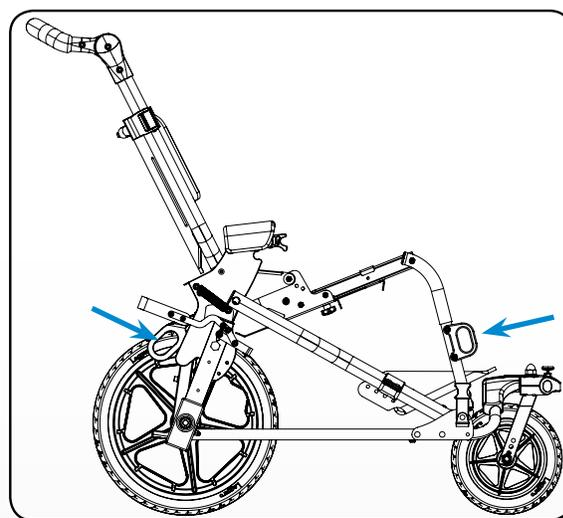

Figure 21
- Consultez les figures 21 et 22 pour connaître l'emplacement approuvé des ancrages et des goupilles des harnais et courroies.